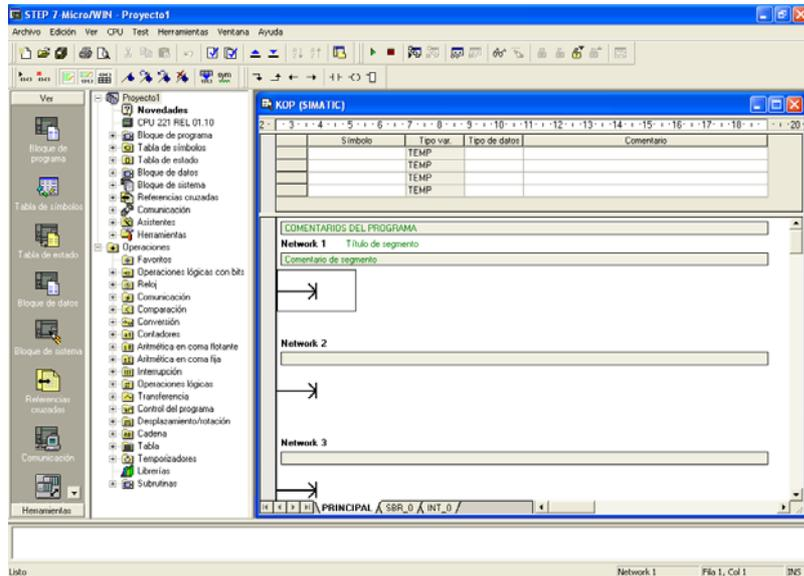

Figura 110: Ventana Principal del Step 7-Micro/WIN [17]
- En el PC diríjase a Inicio → Programas → Simatic → STEP 7-MicroWIN V4.0.4.16 y aparece la ventana principal. (Ver figura 110)